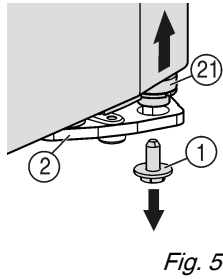
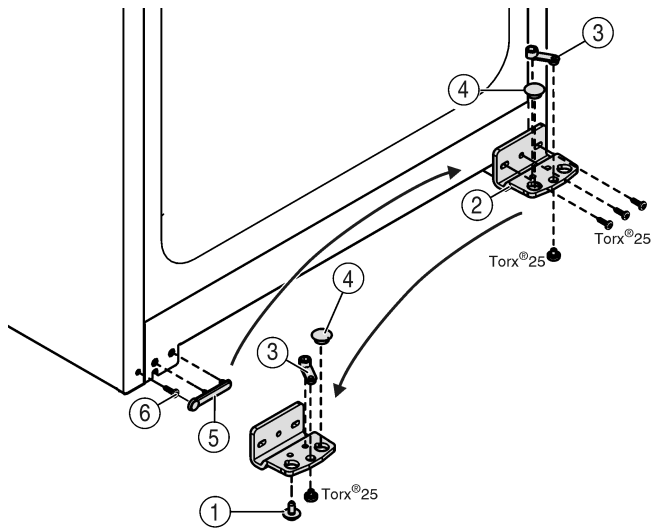

Fig. 5
Fig. 6
- ▶ Dévisser la vis de blocage du support d'appui *Fig. 5 (1)* en bas à droite.
- ▶ Le pivot d'appui *Fig. 5 (21)* se desserre du support d'appui *Fig. 6 (2)*.
- ▶ Si le pivot d'appui *Fig. 5 (21)* ne se desserre pas, chasser le support par le bas.
- ▶ Dévisser le support d'appui *Fig. 6 (2)*.
- ▶ Dévisser l'élément pivotant *Fig. 6 (3)* et le permuter dans le trou opposé du support d'appui, revisser à fond.
- ▶ Retirer le bouchon *Fig. 6 (4)* du support d'appui et le placer dans le trou du côté opposé au support d'appui.
- ▶ Retirer le cache *Fig. 6 (5)* côté poignée avec précaution.
- ▶ Retirer la vis *Fig. 6 (6)* et la revisser sur le côté opposé.
- ▶ Remettre en place le cache *Fig. 6 (5)*.
- ▶ Revisser le support d'appui *Fig. 6 (2)* sur le nouveau côté charnière, en utilisant une visseuse sans fil si nécessaire, avec un couple de serrage de **4 Nm**.
- ▶ Visser la vis d'arrêt *Fig. 5 (1)* en bas dans le pivot d'arrêt et la serrer à fond (**avec 4 Nm**).